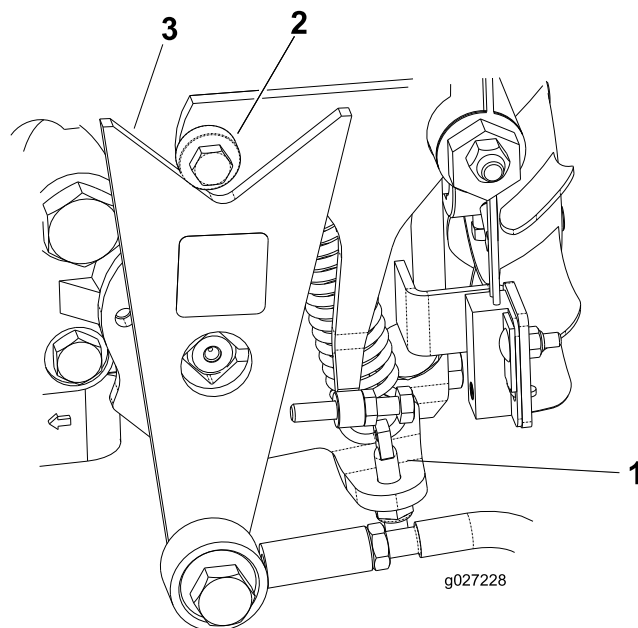

Figura 43
- Se le ruote girano nel senso giusto, spegnete il motore e regolate il dado di bloccaggio del perno di regolazione della molla (Figura 43). Regolate la posizione per la folle; fate riferimento a Regolazione della trazione per la folle \(pagina 36\).